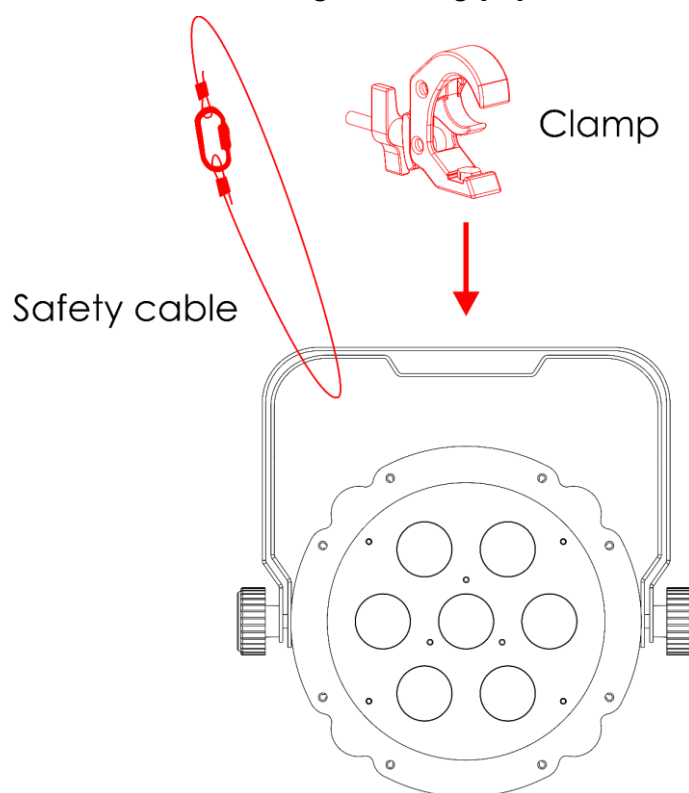

Abb. 07
- 01) Befestigen Sie das Gerät mit einer Schelle an der Tragstruktur, wie in Abb. 07 dargestellt. Stellen Sie sicher, dass sich das Gerät nicht frei bewegen kann.
- 02) Sichern Sie das Gerät mit einer Sekundäraufhängung, z. B. einem Sicherheitskabel. Stellen Sie sicher, dass die Sekundäraufhängung das 10-fache Gewicht des Geräts tragen kann. Wenn möglich, sollte die Sekundäraufhängung unabhängig von der Primärhalterung an der Tragstruktur befestigt werden. Legen Sie das Sicherheitskabel um die **Montagehalterung (03)** wie in Abb. 07 gezeigt.